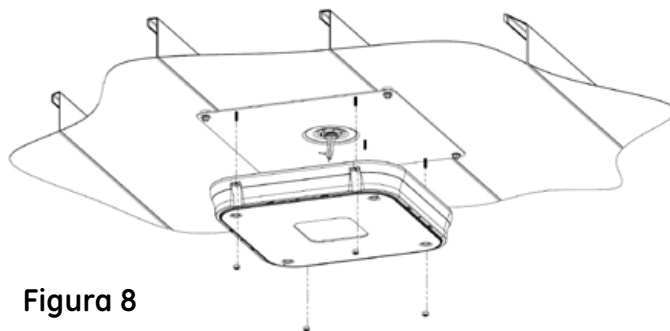

Figura 8
- Usando los pernos con rosca en la placa trasera y las tuercas hexagonales proporcionados, haga el montaje de la luminaria como se muestra en la figura 8.